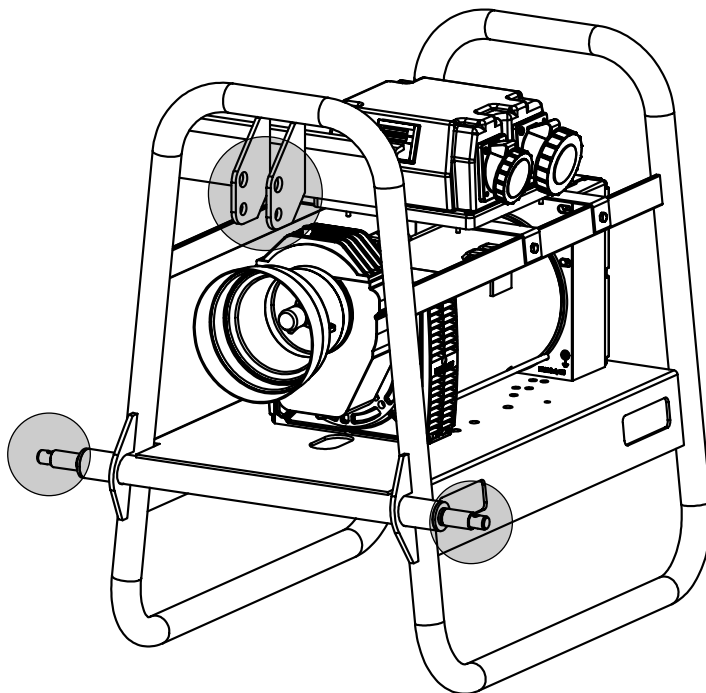

fig. 1
1. Accoupler le tracteur au châssis du générateur, en utilisant l'axe pour le point supérieur et les deux douilles (si nécessaire) pour les deux points inférieurs, et bloquer le groupe au niveau des trois points mis en évidence (fig. 1) à l'aide des goupilles à cran prévues pour cela. Contrôler soigneusement que cette opération a été effectuée parfaitement car un blocage imparfait peut devenir extrêmement dangereux pour l'utilisateur final.